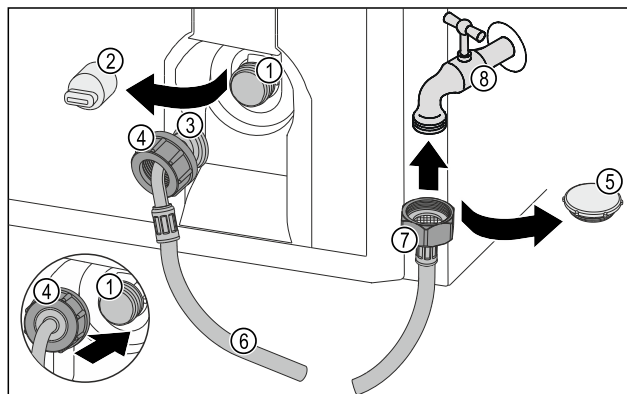

Fig. 23
- ▶ 移除密封盖 Fig. 23 (5)。
- ▶ 将软管直头 Fig. 23 (7) 装在水龙头 Fig. 23 (8) 上。
- ▶ 顺时针拧紧软管直头 Fig. 23 (7) 上的螺母。